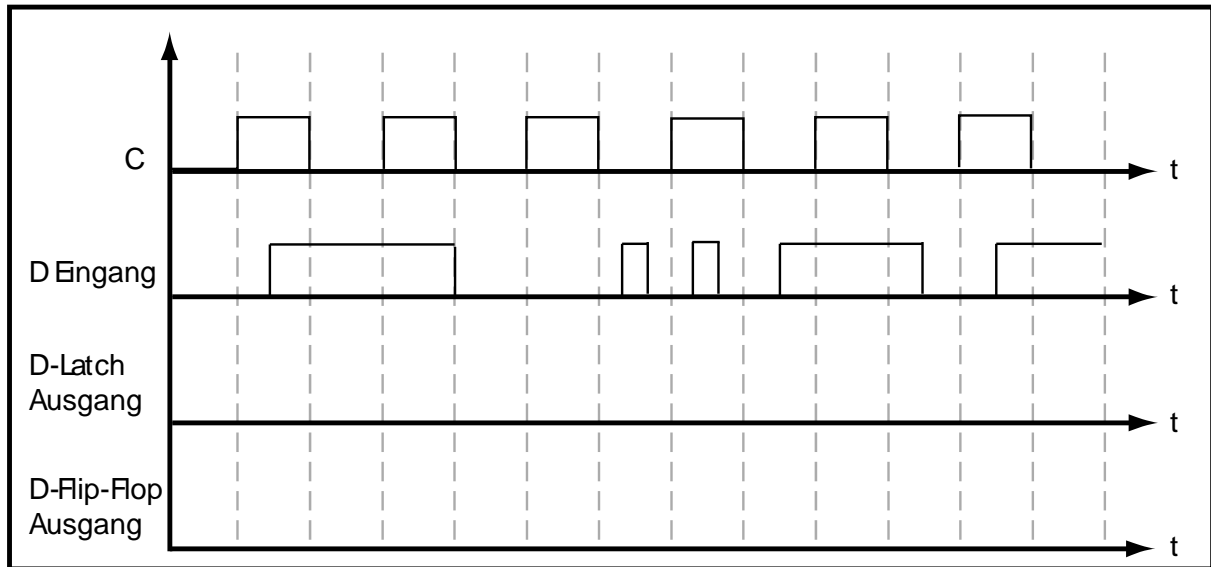

Abbildung 6: Zeitdiagramm zu Aufgabe I.b
- Beschreiben Sie den Unterschied zwischen einem Latch und einem Flip-Flop. Vervollständigen Sie das Zeitdiagramm in Abbildung 6 (Anhang A) und geben Sie es ab.